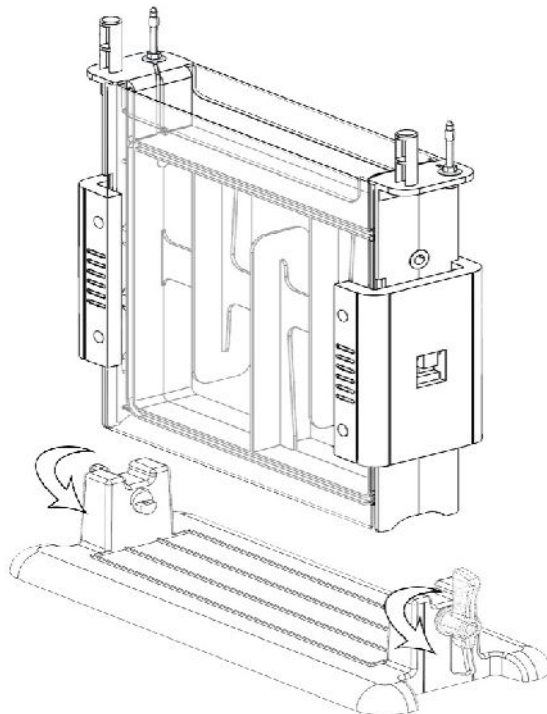

图 2 电泳芯装配到基座
- c. 将固定好玻璃板的电泳芯放置到制胶基座上，按箭头方向旋转固定旋钮自钮柄向上拧紧至向下（图2）。